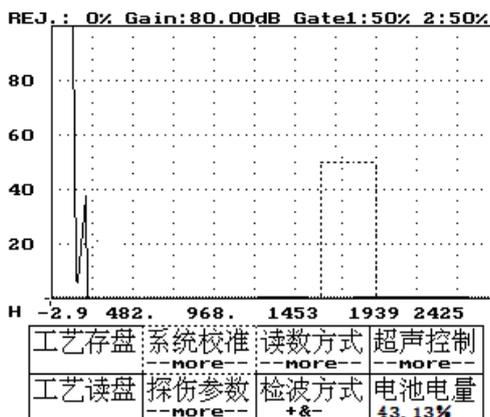

图 9-1
- 2、按方向键——将虚框移到系统校准,如图 9-1 所示。
- 2、按方向键——将虚框移到系统校准，如图 9-1 所示。
- 2、按方向键——将虚框移到系统校准菜单。如图 9-1 所示。